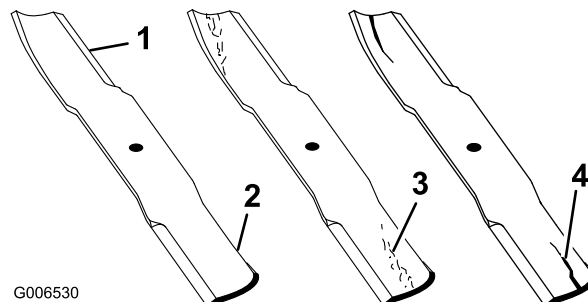

Figure 47
1. Examinez le tranchant des lames (Figure 47). Si les lames ne sont pas tranchantes ou si elles présentent des indentations, déposez-les et aiguisiez-les (voir Aiguisage des lames).
2. Inspectez les lames, surtout la partie relevée (Figure 47). Remplacez immédiatement toute lame usée, endommagée ou qui présente une entaille (repère 3 de la Figure 47).